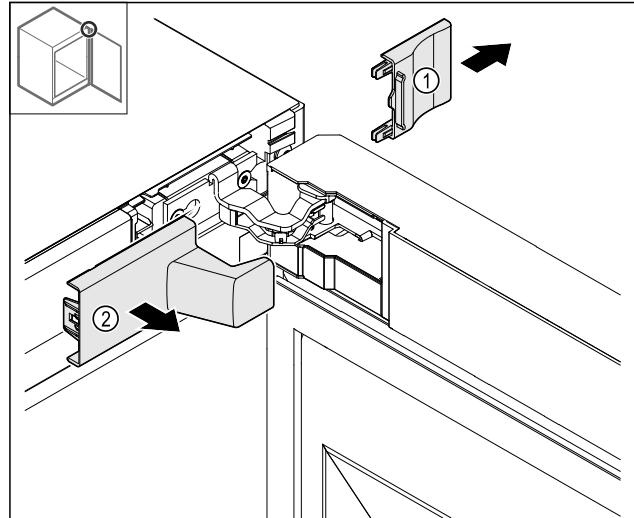

Fig. 13
- ▶ Nuimkite dengiamąją plokštelię Fig. 13 (1) ir tada Fig. 13 (2).